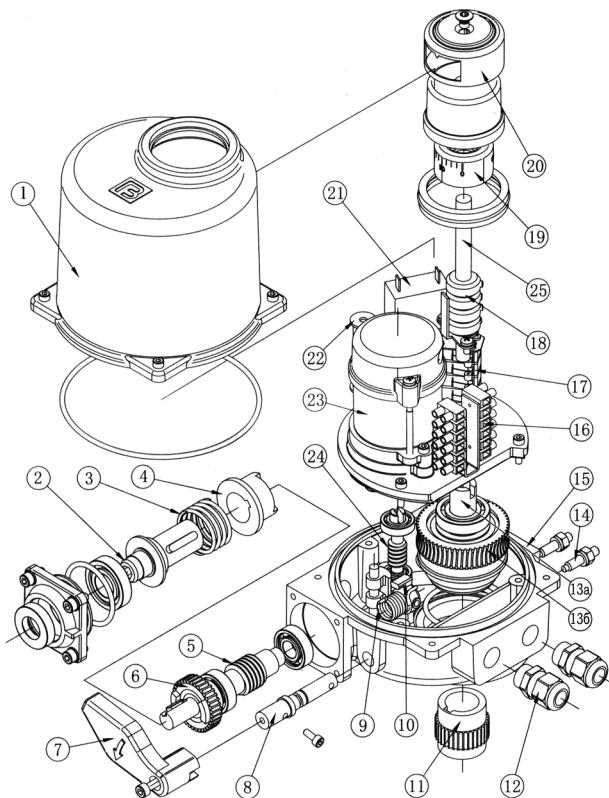

Рис.1 Электропривод ГЗ-ОФ(К)
У электропривода ГЗ-ОФ(К) переключение в ручной режим осуществляется рычагом переключения режимов (7) (рис. 1). При перемещении рычага открывается установочное отверстие для шестигранного торцевого ключа (размер 8 мм), вращением которого осуществляется поворот рабочего вала. По завершению работы в ручном режиме вынуть шестигранный торцевой ключ. При этом рычаг (7) автоматически возвратится в исходное положение. Привод переходит в режим работы от электродвигателя.
Для перемещения рычага переключения режимов (7) (рис. 1) не следует прилагать чрезмерно больших усилий.